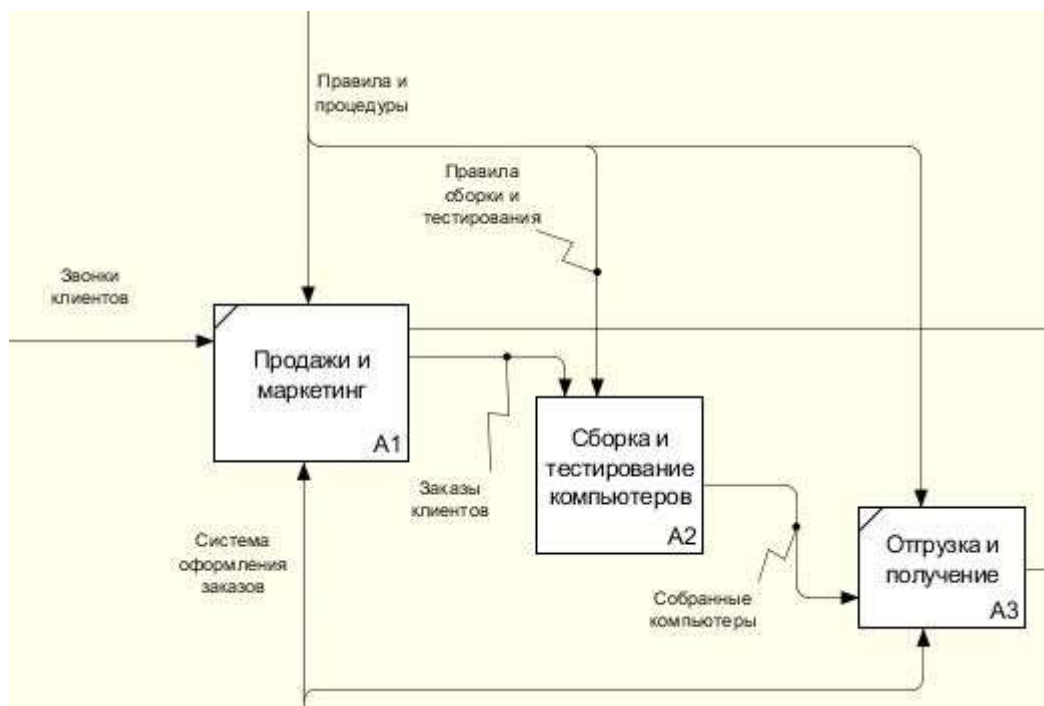

Рис. 6. Внутренние стрелки диаграммы декомпозиции A0
7. Создайте новые внутренние стрелки, как показано на рис. 6: